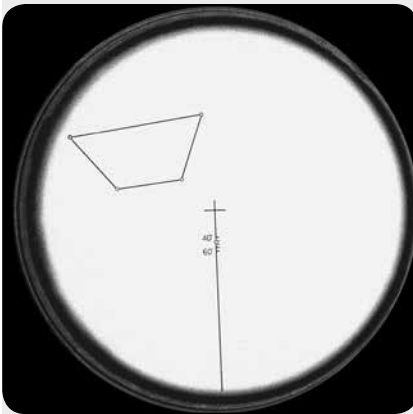

Fig. 20: réticule du viseur polaire. Les quatre étoiles correspondent à une constellation située près du pôle céleste Sud.
1. Dirigez le viseur polaire vers une surface brillante (sauf le Soleil!) et observez la ligne verticale graduée terminée par la croix centrale (Fig. 20). Tournez l'oculaire du viseur (monté sur bague rotative) jusqu'à ce que la mise au point soit faite sur cette ligne.